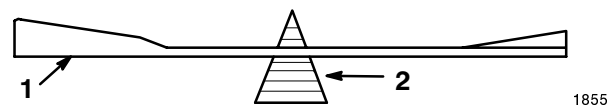

Figure 39
- Vérifiez l'équilibre de la lame en la plaçant sur un équilibreur (Fig. 39). Si la lame reste horizontale, elle est équilibrée et peut être utilisée. Si la lame est déséquilibrée, limez un peu le dos de la lame. Vérifiez de nouveau et répétez la procédure jusqu'à ce que la lame soit équilibrée.